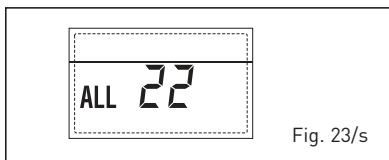

Fig. 23/s
- DELIVERY PROBE BREAKDOWN ERROR SECOND MIXED ZONE "ALL 23" (fig. 23/t)